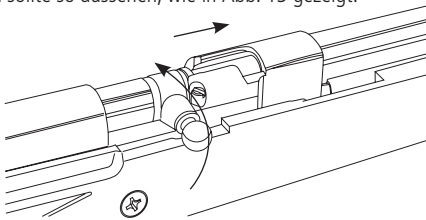

Bild 9
- Drehen Sie den Kammerstengel im Uhrzeigersinn aus der Ruheposition und danach drücken Sie ihn nach Vorne in die Ladeposition. (Abb. 9)